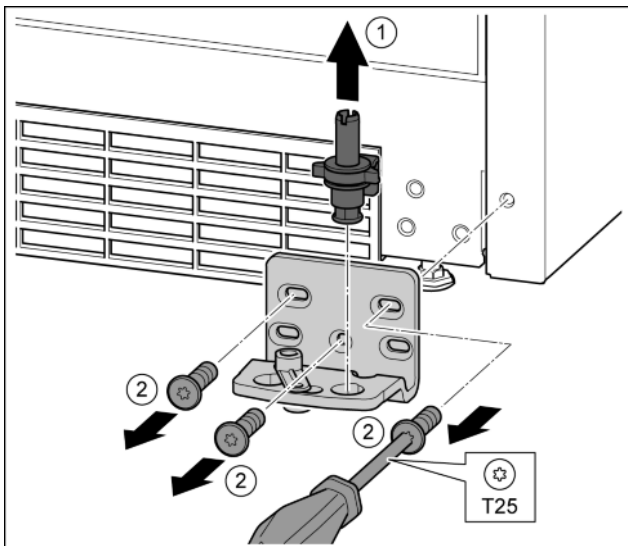

Fig. 15
- ▶ Sortir par le haut tout l'axe de palier. Fig. 15 (1)
- ▶ Desserrer les vis avec le tournevis T25 et enlever le support de palier. Fig. 15 (2)